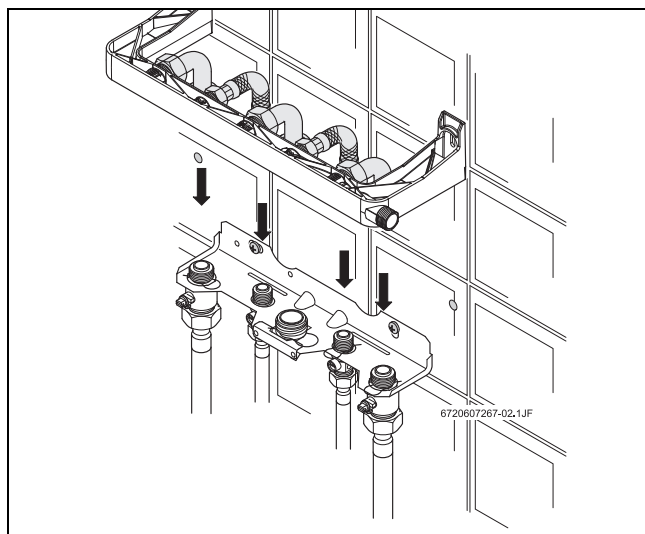

Рис. 19 Подключение установочного комплекта
- ▶ Присоединить трубы установочного комплекта к подводящим трубам (Рис. 19).